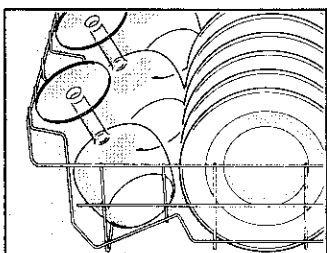

Figure 7
- Les grands verres à pieds doivent reposer sur les bords du panier et non les uns sur les autres. Le lave-vaisselle Bosch a un espace spécial intégré dans le panier supérieur. Sur un côté, un panier superposé amovible s'abaisse pour maintenir les tiges des verres en place. Sur l'autre côté, les tiges de verres doivent reposer sur les bords du panier. Consultez la figure 7.